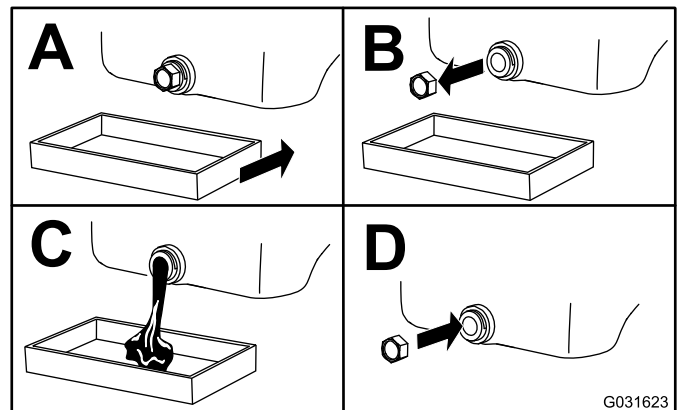

Figura 25
4. Vidangez l'huile comme montré à la Figura 25.